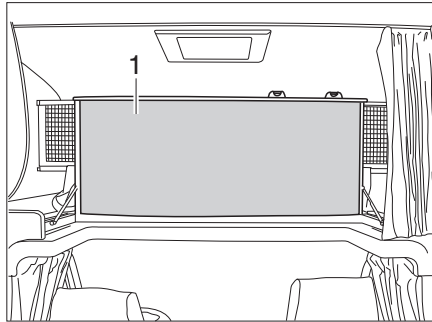

Bild 159 Alkovenbett, nach oben geklappt
- Alkovenbett (Bild 159,1) vorn nach oben klappen. Das Alkovenbett wird von Gasdruck-Federn in der oberen Stellung gehalten.